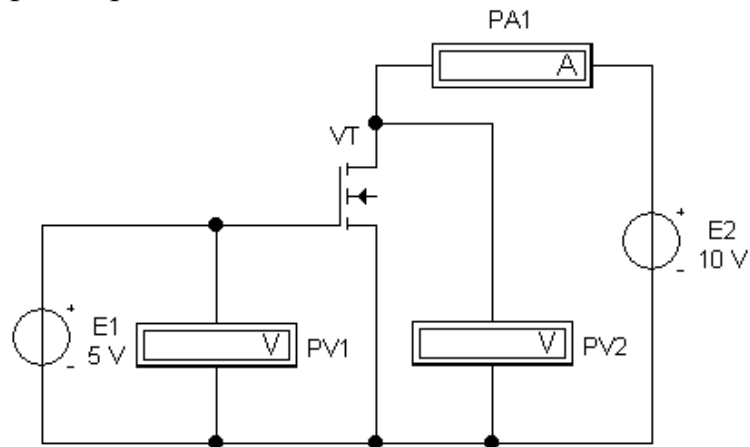

Рисунок 6 – Схема для зняття ВАХ польового транзистора з ізольованим затвором
2.4 В меню програми EWB обрати схему (рис. 6).